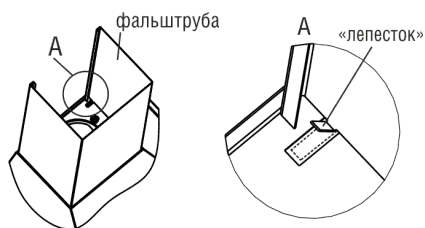

рис. 8
6.4 Перед установкой фальштрубы необходимо отогнуть «лепестки» на корпусе вытяжки (рис. 8).